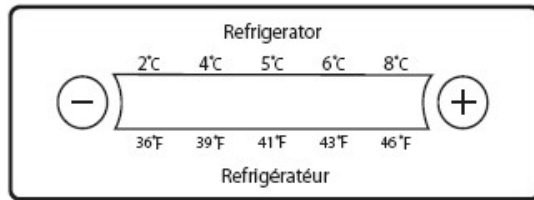

Fig.10.
- Hay un panel digital de temperatura en el compartimiento principal del refrigerador (vea la Fig.10.). Los dígitos de la línea superior indican la temperatura en grados centígrados y los de la línea inferior, en grados Fahrenheit.